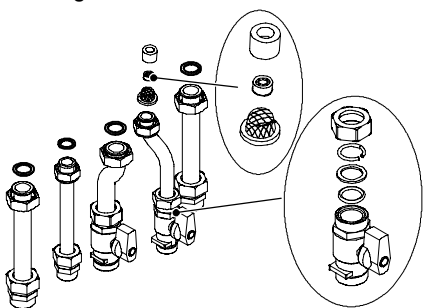

fig. 5.2
- 3 Avvitare i rubinetti e i raccordi rapidi sull'impianto idraulico fig. 5.2.